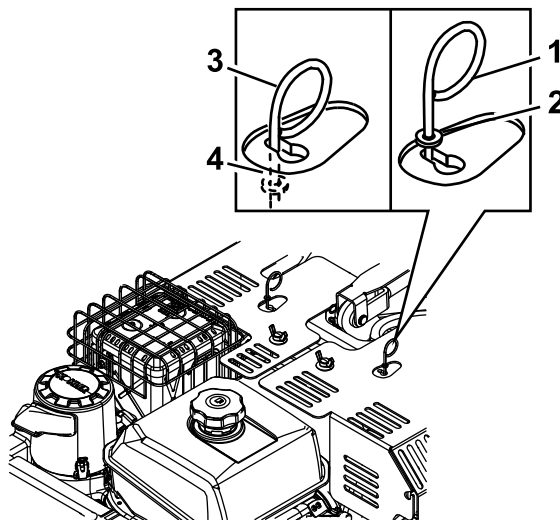

Figure 28
2. Déplacez le levier dans la partie large de la fente (Figure 28).
3. Poussez le levier vers le bas jusqu'à ce que la rondelle soit à l'intérieur du cadre (Figure 28).
4. Ramenez le levier dans la partie étroite de la fente et relâchez le levier (Figure 28).
2. Déplacez le levier de la vanne de déblocage dans la partie large de la fente (Figure 28).
3. Poussez le levier vers le haut jusqu'à ce que la rondelle soit à l'extérieur du cadre (Figure 28).